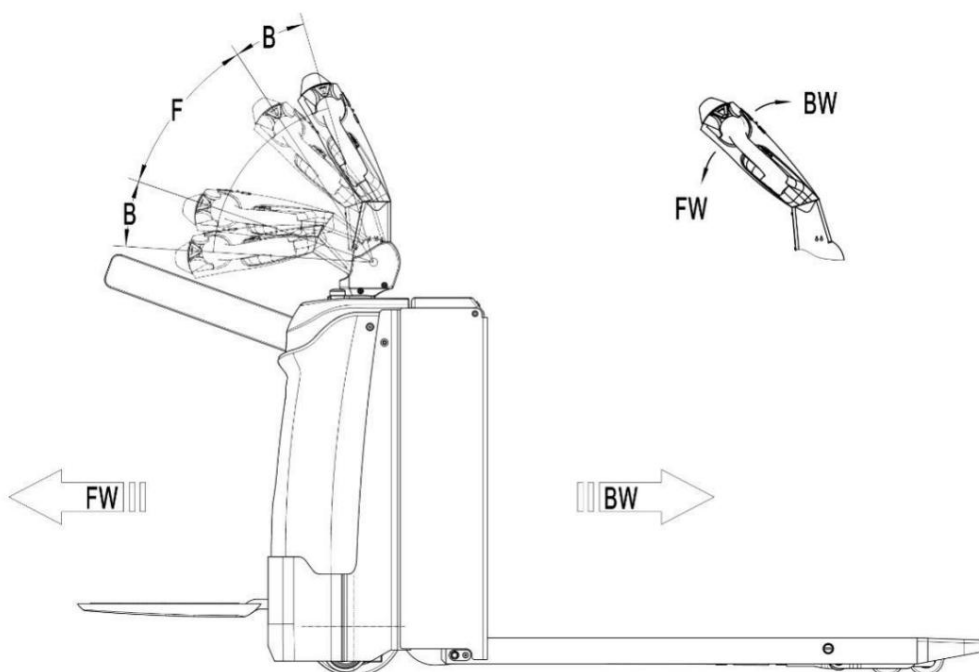

Рис. 8: Направление работы
Нажмите и удерживайте кнопку питания (10), активируйте грузовик с помощью кодового замка, переместите рулевое управление в рабочее положение («F», см. рис. 8). Поверните ручку акселератора в нужном направлении вперед «FW» или назад «BW» (рис. 8).